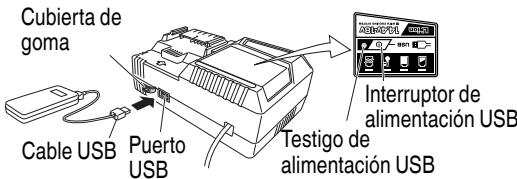

Fig.10
- (2) Encienda el enchufe de alimentación USB (Fig. 10) Cuando encienda el enchufe de alimentación USB, el testigo indicador de alimentación USB se encenderá.
(3) Conecte el cable USB. (Fig. 10)
- Apague el interruptor de alimentación USB y desenchufe el cable de alimentación de la toma de alimentación eléctrica. (Fig. 10)